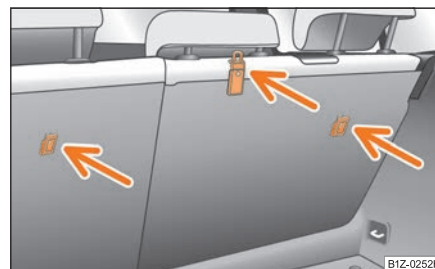

Fig. 196 Scaunul din spate: Top Tether
În unele țări, legea impune echiparea scaunelor din spate cu inele de fixare pentru scaunele pentru copii cu sistem „Top Tether” ⇒ fig. 196.
- Fixați scaunele pentru copii cu sistem „Top Tether” numai în locurile special prevăzute ⇒ fig. 196.